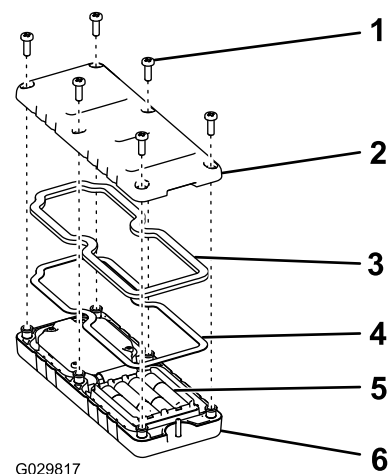

图31
1. 从遥控器后面卸下 6 个螺钉，然后取下后盖（图31）。
5. 放回后盖，并用先前卸下的 6 个螺丝固定（图31），上紧螺丝扭矩至 1.5~1.7Nm。